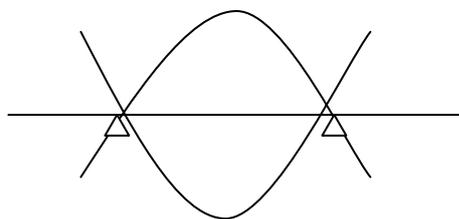

图 3 弯曲振动振幅示意图
- (2) 将被测条形试件支撑在总长的  $1/5$  处(精确刻量为 22.4%)，试件呈“弯曲”振动，支撑点处的振幅最少，两端与中间的振幅最大(如图 3)，取出探针，将测量头的色点向上，针尖接触试件外端中心位置，然后用棒敲击试件，当试件受激发后仪器显示的数字